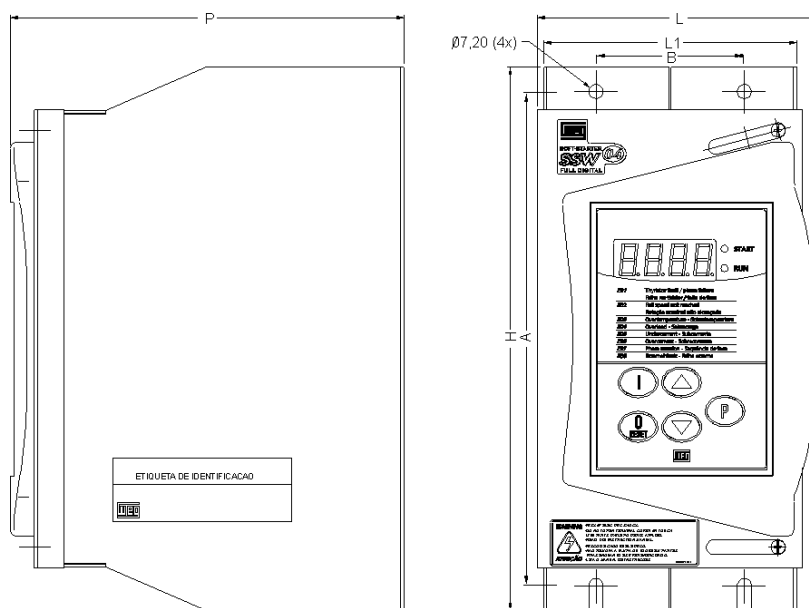

FIG. 3.2 - Dimensional da SSW-04 e furação para fixação
- ✓ Dimensões externas, furos p/ fixação etc, ver fig 3.2